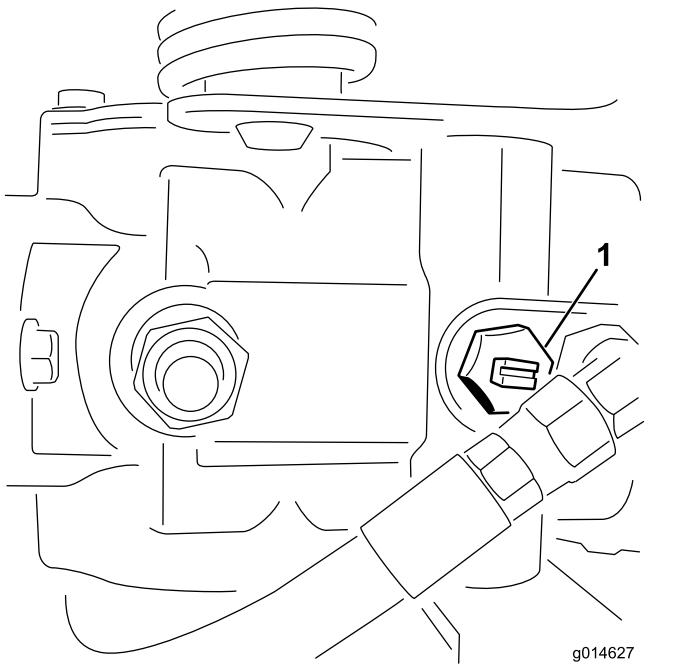

図 38
1. 油圧ポンプについているバイパスバルブ図 38 の溝が「縦」になるようにバルブを回転させる。
2. エンジンを始動する時には、必ずバイパスバルブ図 38 を閉じる溝が横向きになる。バルブを開けたままでエンジンを掛けないこと。